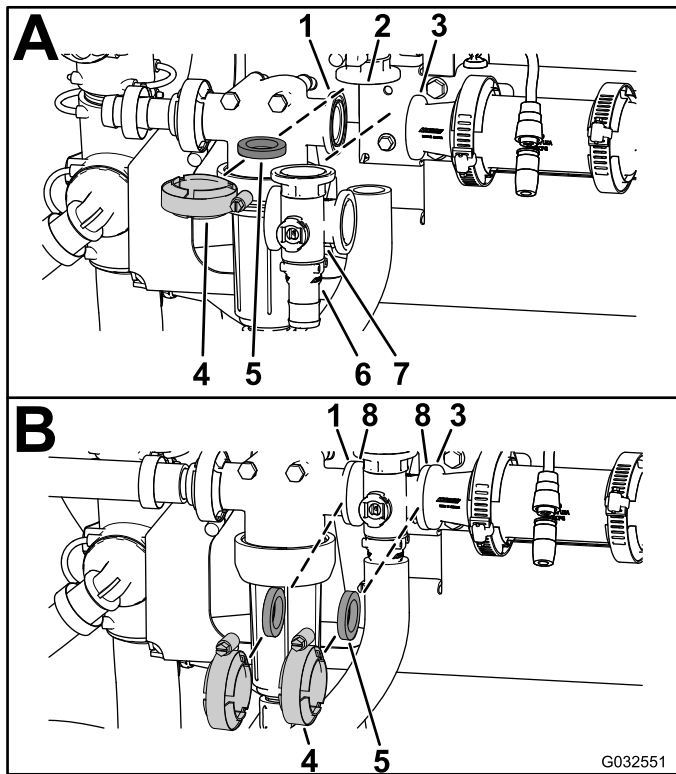

图 109
1. 将搅拌旁通阀凸缘、1 个垫片与搅拌阀歧管的端盖接头凸缘对齐图 109 中的 A。
- 以手动夹紧夹具的方式组装搅拌旁通阀、垫片和搅拌阀歧管图 109 中的 A。
- 将卡环插入旁通阀接头的插槽从而将快速连接装置固定至旁通阀接头图 109 中的 A。
- 在压力式滤清器头的凸缘与搅拌阀歧管之间放 1 个垫片图 109 中的 B。
- 以手动夹紧夹具的方式组装压力式滤清器头、垫片和搅拌阀歧管图 109 中的 B。
- 在搅拌阀歧管凸缘与异径管接头之间放 1 个垫片图 109 中的 B。
- 以手动夹紧夹具的方式组装搅拌阀歧管、垫片和异径管接头图 109 中的 B。